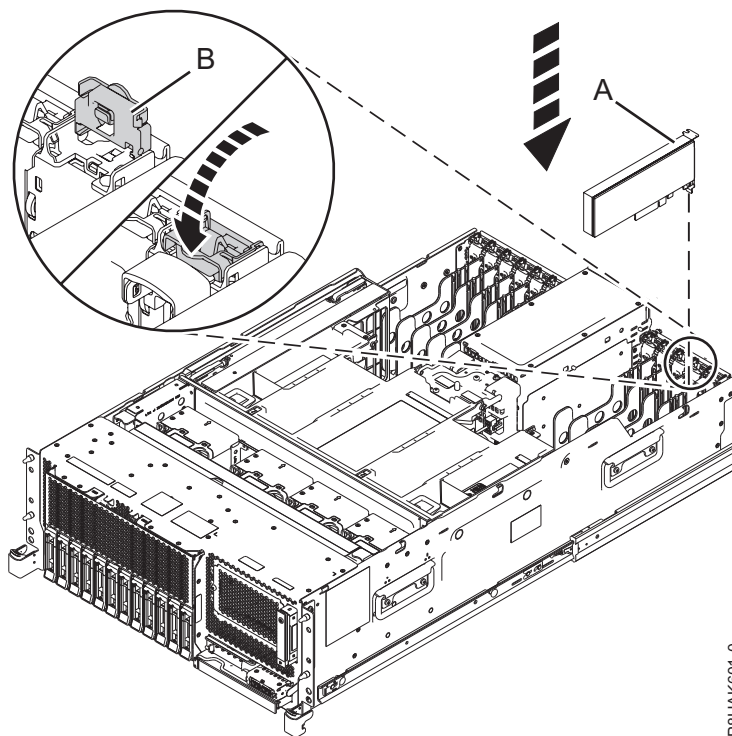
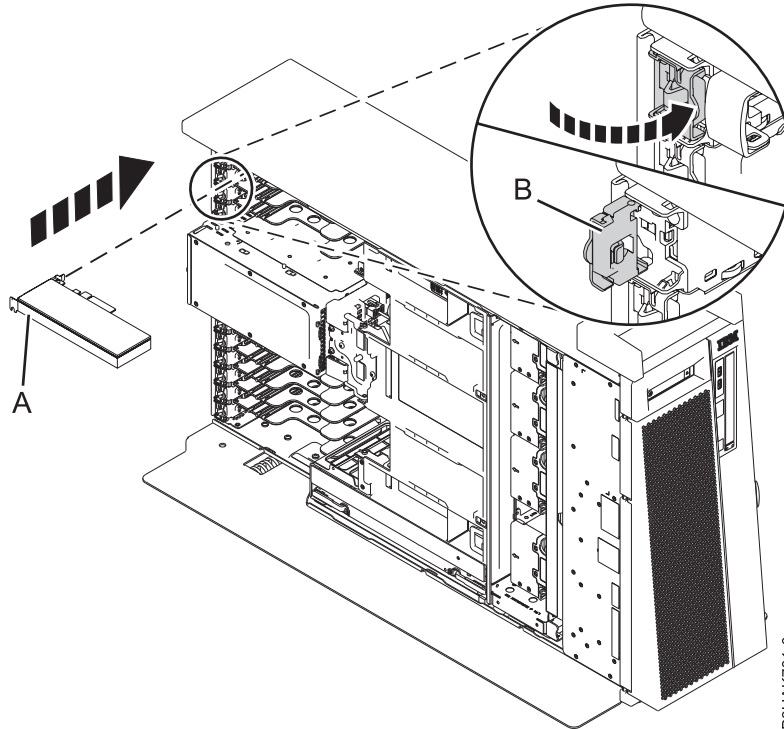

Figure 74. Installation ou remplacement d'une carte PCIe sur un système monté en armoire
Figure 75. Installation ou remise en place d'une carte PCIe dans un système 8286-41A autonome
7. Si le loquet de la carte (**B**) sur l'emplacement cible n'est pas déjà en position ouverte, mettez-le en position ouverte en le tirant vers l'extérieur de sa patte située à l'arrière du système, comme illustré dans la figure 74 et figure 75, à la page 81.
8. Saisissez avec précaution le bord supérieur ou la contre-poupée de la carte et alignez la carte avec l'emplacement et son connecteur sur le fond de panier du système (**A**), comme illustré dans la figure 74 et figure 75, à la page 81.
10. Pour verrouiller la carte dans son emplacement, tournez son loquet (**B**) dans la direction illustrée dans figure 74 et figure 75, à la page 81.